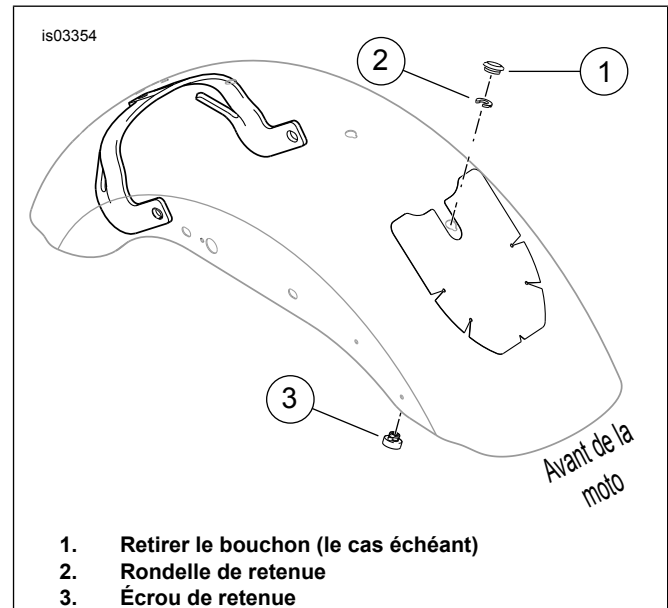

Figure 1. Positionnement de l'écrou et de la rondelle de retenue de la selle
1. Si la selle d'origine était du type double, retirer le bouchon en plastique du trou de montage de selle avant (voir la Figure 1).